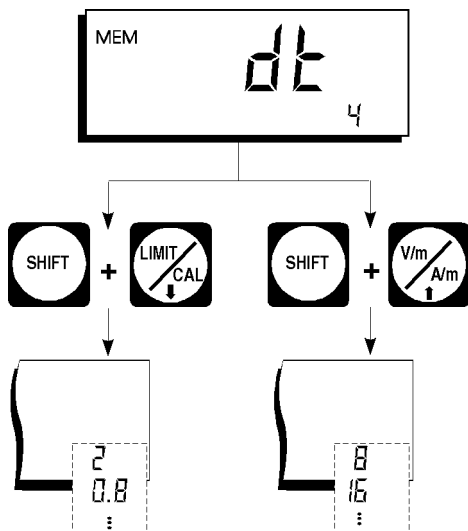

Bild 4-28 Zeitabstand verändern (Sekunden).
- Drücken Sie die Taste **SHIFT** + ↓ (↑). Der nächst niedrigere (höhere) Zeitabstand erscheint in der kleinen Anzeige (Bild 4-28). Durch weiteres Drücken der Taste **SHIFT** + ↓ (↑) lassen sich alle verfügbaren Zeitabstände aktivieren.